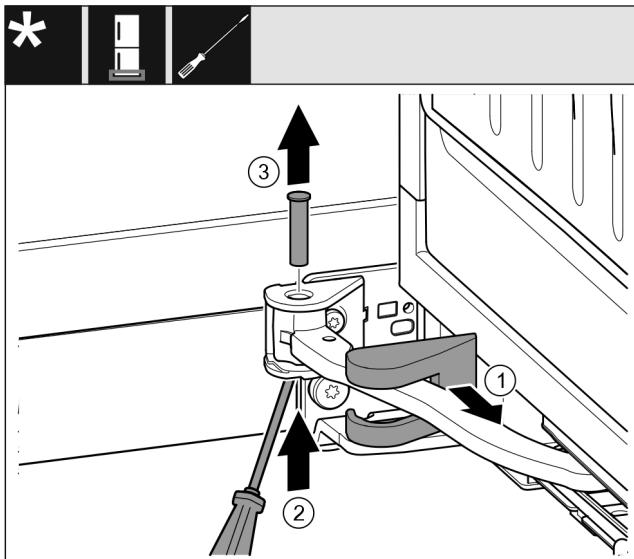

Fig. 13
- Снимите крышку опорного кронштейна и переместите вдоль шарнира. Fig. 13 (1)
- Рукой или отверткой приподнимите палец снизу. Fig. 13 (2)
- Вставьте отвертку под головку пальца и извлеките его. Fig. 13 (3)